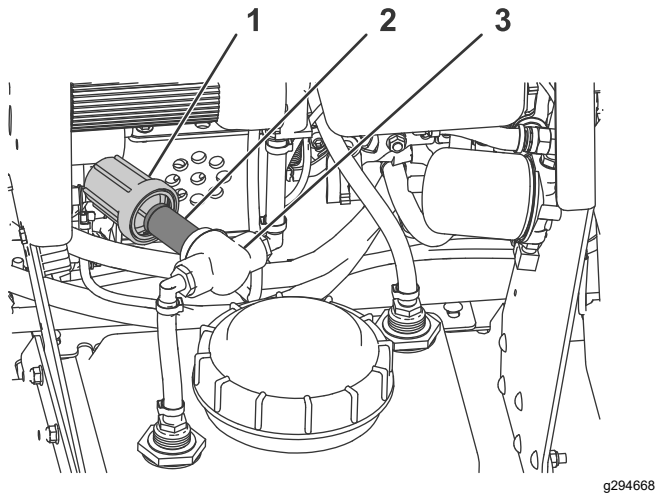

Bild 54
1. Reinigen Sie den Bereich um die Leitungsfilterkappe (Bild 54).